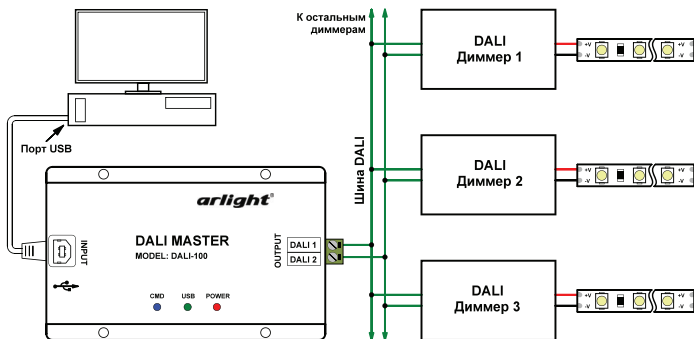

Рис.1. Схема соединения оборудования.
- 3.2. Подключите диммер DALI или другое оборудование DALI к выходу **OUTPUT** контроллера (см. Рис.1).